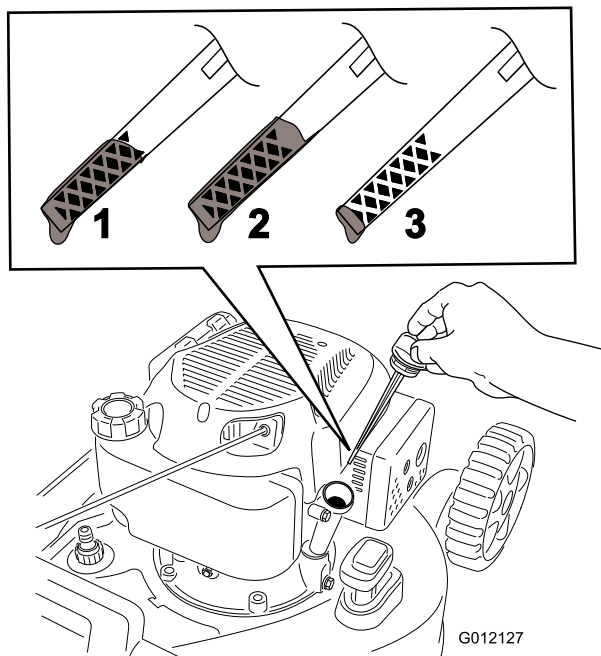

Figure 12
2. Tournez le bouchon dans le sens antihoraire et sortez la jauge (Figure 12).
5. Relevez le niveau d'huile indiqué sur la jauge (Figure 12).
- Si le niveau d'huile est trop bas, (Figure 12), versez avec précaution une petite quantité d'huile détergente SAE 30 ou SAE 10W-30 dans le tube de remplissage, attendez
- Si le niveau d'huile est trop élevé (Figure 12), vidangez l'excédent d'huile jusqu'à obtention du niveau d'huile correct sur la jauge ; voir Vidange de l'huile moteur \(page 16\).